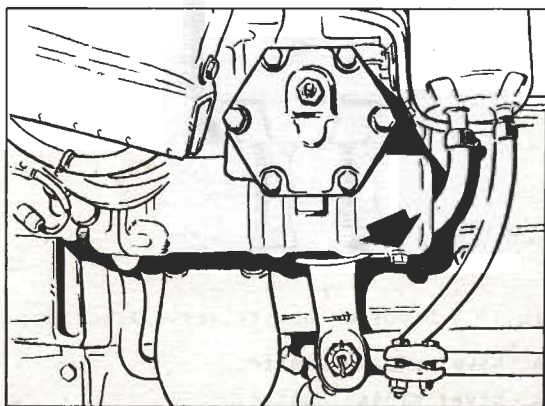

Fig.11.2 Tapón vaciado aceite servodirección.
- Sacar el tapón de drenaje (fig.11.2) de la caja de la servodirección, poner en marcha el motor y dejarlo funcionar como máximo 10 segundos, hasta que el aceite sea vaciado del depósito y bomba. Parar el motor y girar el volante de tope a tope, hasta que todo el aceite sea vaciado. Limpiar exteriormente el depósito. Sacar el elemento filtrante usado y limpiar el interior del depósito. Aceitar el soporte del filtro y montar un nuevo elemento filtrante.